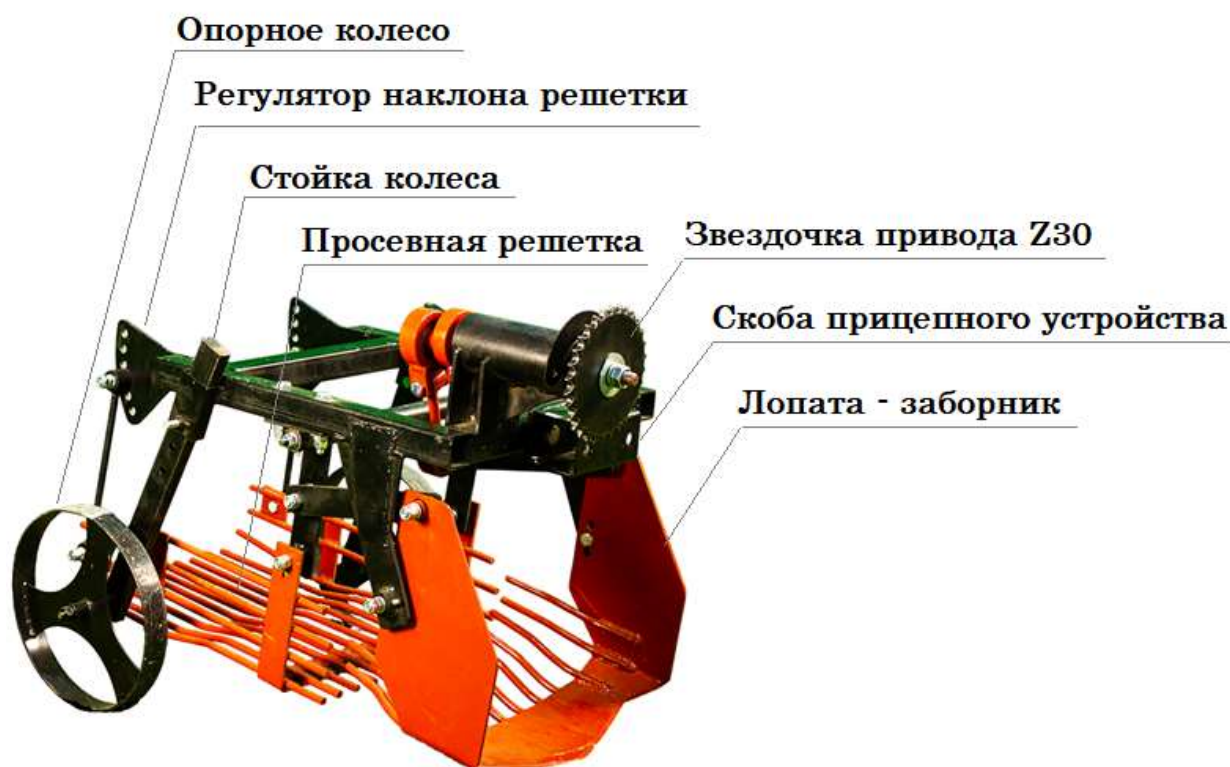

Рис. 2. Картофелекопалка с цепным приводом под вал отбора мощности. КВВ.
7.2.1. Установить скобу сцепного устройства картофелекопалки в скобу сцепного устройства мотоблока и при помощи сцепного шкворня осуществить сцепку между картофелекопалкой и мотоблоком (см. рис. 2). Выровнять линию звездочки картофелекопалки и звездочки мотоблока. Для выравнивания использовать регулировочные болты, они находятся по бокам от сцепного шкворня. Осуществлять операцию стыковки необходимо на ровной и чистой поверхности, чтобы ровно установить копалку относительно мотоблока и зафиксировать.
7.2.4. Наклон просеивной решетки (грохот) регулируется за счет установки втулки тяги в соответствующее отверстие на кронштейне регулятора наклона решетки (см. рис. 2).